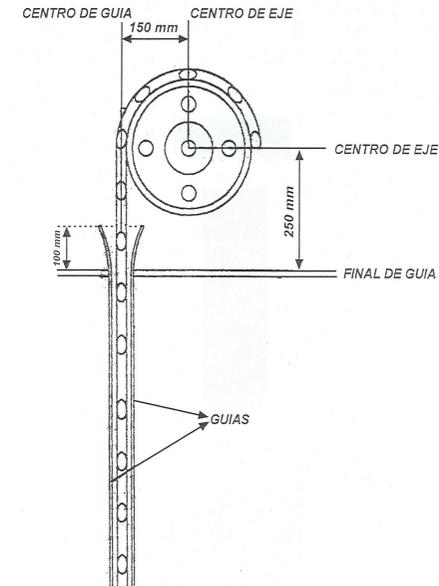

Figura 5. Esquema colocación de eje.
- a) Colocar un primer soporte con el sistema de tacos, tornillos o garras según tipo de obra para que eviten movimientos y vibraciones. Siguiendo las medidas de la figura 5.